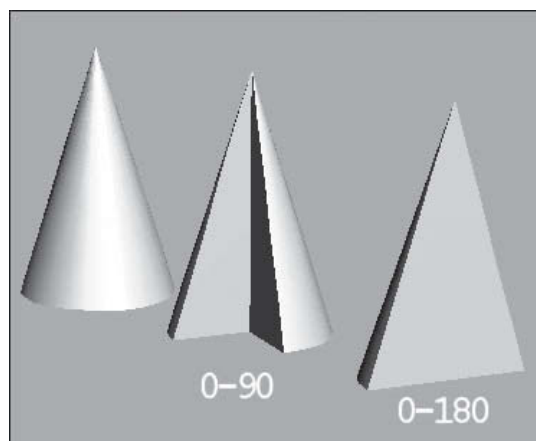

Fig.2.30
- 2 Déterminez les valeurs dans les champs **De l'angle, A l'angle**. Ils définissent le nombre de degrés autour de l'axe des Z local à partir d'un point zéro situé sur l'axe des X local (fig.2.30). Pour les deux paramètres, des valeurs positives déplacent l'extrémité de la section dans le sens contraire des aiguilles d'une montre tandis que des valeurs négatives la déplacent dans le sens des aiguilles d'une montre. L'ordre de sélection des paramètres n'a pas d'importance. Lorsque les deux extrémités se rencontrent, le cône complet réapparaît.